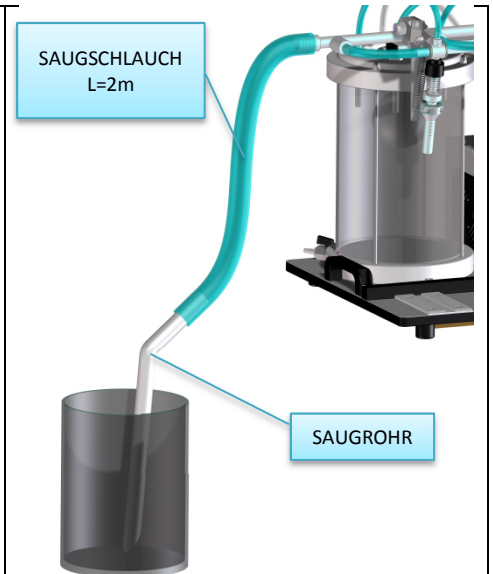

Abb. 3
5. Verbinden Sie das Verteilerrohr der Füllventile und das starre Saugrohr mit dem 2 m langen durchsichtigen Schlauch, welcher sich auch im Lieferumfang des Geräts befindet. Das Ende sollte so positioniert werden, das das Durchfließen der Flüssigkeit ermöglicht wird (Abb. 3) und das Rohr sich nicht festsaugen kann.